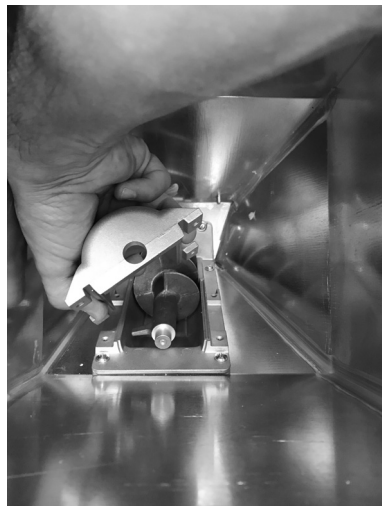

Fig. 78 - Usuwanie osłony
- Zdjąć osłonę (patrz **Fig. 78**).